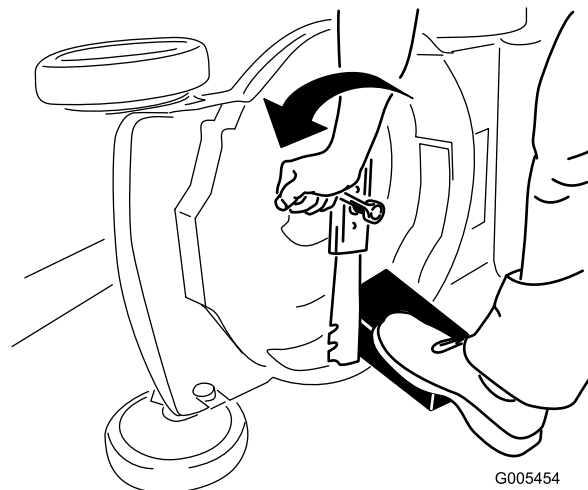

Рисунок 36
3. Используйте деревянную подкладку для неподвижного удерживания ножа (Рисунок 36).
4. Снимите нож, сохранив все крепежные детали (Рисунок 36).